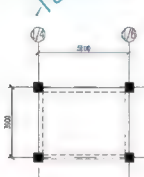

图 5.50 复制并修整图形
(3) 在指定基点或 [位移(D)] 位移 : 提示下, 在 XB-1 内部任意位置单击一点作为复制基点。
(4) 在指定第二个点或 使用第一个点作为位移 : 提示下, 将图形放到标准层结构平面图的右上角空白处。
(5) 将上面复制出的图形修整如图 5.50 所示的状态。